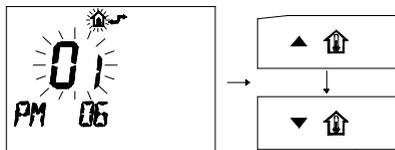

Figura 8.17
- Modificare il SET programmato agendo sui pulsanti ▲ ⏮ o ▼ ⏭ ed aspettare che il numero programmato cominci a lampeggiare (Figura 8.17)